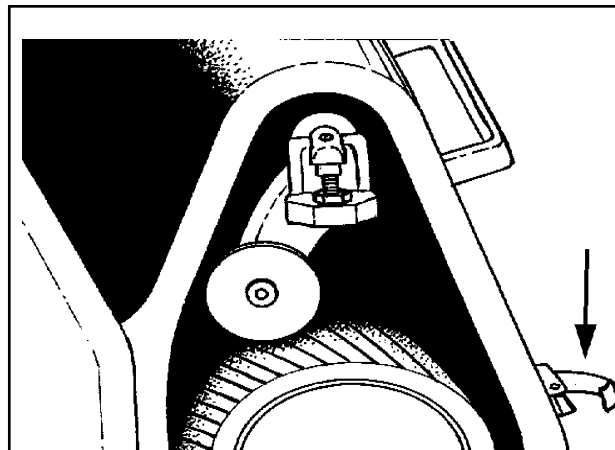

Figura 12
7. Instale una nueva correa abrasiva deslizando el abrasivo sobre el rodillo de tensión y el tambor. (Consulte la figura 12)